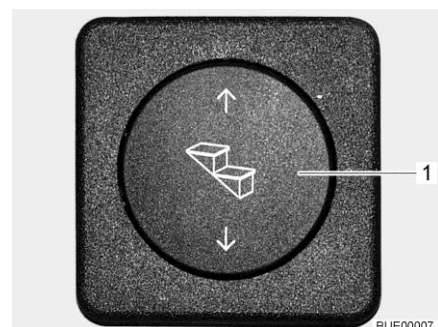

Bild 9 Manöverknapp fotsteg
- Tryck nedtill på manöverknappen (Bild 9,1) och håll den intryckt (minst 3 sekunder) tills fotsteget har körts ut helt.
- Köra in: ■ Tryck upptill på manöverknappen (Bild 9,1) tills fotsteget har körts in helt.